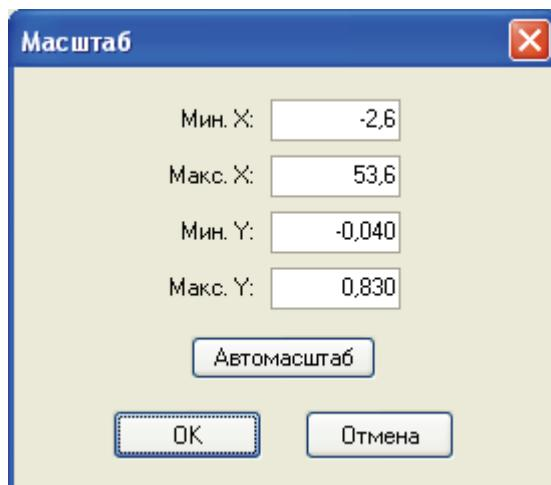

Рисунок 7 – Окно масштабирования графика.
- Кнопка «Масштабировать график» - . Вызывает окно масштабирования графика (Рисунок 7), где вручную можно задать значения минимумов и максимумов обеих осей координат. Также имеется кнопка «Автомасштаб», при нажатии на которую программа предложит автоматически рассчитанные значения.